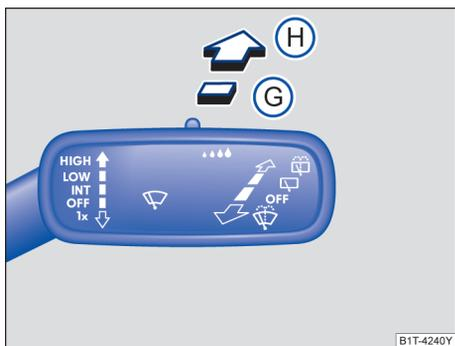

图 117 挡风玻璃雨刮器拨杆：后窗雨刮器操作
– 将挡风玻璃雨刮器拨杆向前按到位置 G → 图 117，大约每隔六秒，雨刮器刮一次车窗 → I。